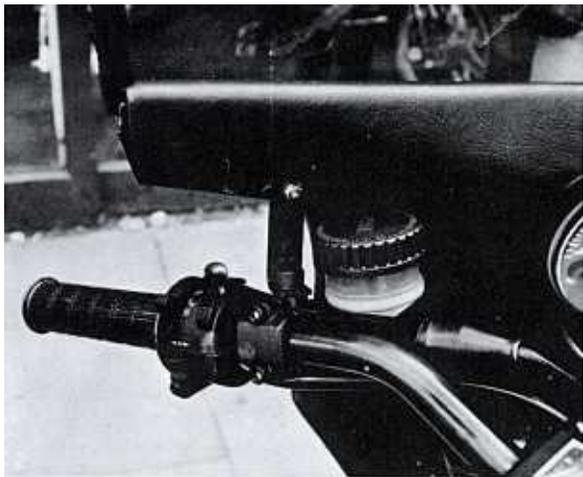

Bild 127
- Die hydraulische Kupplungsbetätigung der Laverda 1200 birgt keine Geheimnisse, trotzdem dieses Motorrad als erste Serienmaschine damit ausgerüstet ist. Der Geberzylinder am linken Lenkergriff entspricht ganz den üblichen Hauptbremszylindern (Bild 127). Die Wartung ist im Kapitel über die Bremsen beschrieben. Der Nehmerzylinder ist ein Teil aus dem Automobilbau; er sitzt hinter dem Getriebege-